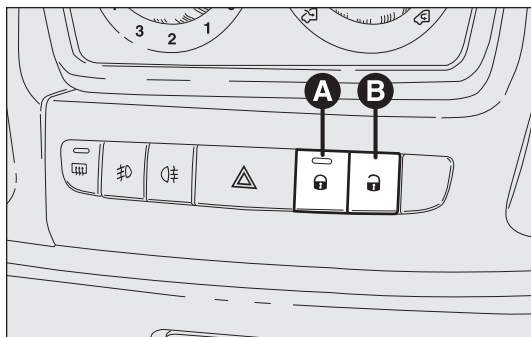

fig. 112
Si une ou plusieurs portes sont ouvertes après avoir appuyé sur le bouton **1** de la télécommande, les clignotants et la DEL se trouvant sur le bouton A-fig. 112 clignotent rapidement pendant environ 3 secondes. Quand la fonction est active, les touches A et B fig. 112 sont désactivées. En effectuant une double pression rapide sur le bouton **1** de la télécommande, le dispositif dead lock s'active (voir paragraphe « Dispositif dead lock »).
Appuyer sur le bouton A-fig. 112 pour verrouiller les portes et sur le bouton B pour les déverrouiller. Les actions de verrouillage/déverrouillage se font de manière centralisée (AV et AR). Lorsque les portes sont verrouillées, la DEL sur le bouton A est allumée et une pression sur le bouton B provoque le déverrouillage centralisé de toutes les portes et l'extinction du témoin. Lorsque les portes sont déverrouillées, la DEL est éteinte et une pression sur le bouton provoque le verrouillage centralisé de toutes les portes. Le verrouillage des portes n'est activé que si toutes les portes sont bien fermées.
on ne pourra pas effectuer le déverrouillage par le bouton A-fig. 112 situé sur la planche de bord.
- ☐ les boutons A-B fig. 112 de verrouillage/déverrouillage
L'activation du dispositif est signalée par 3 clignotements des feux clignotants et par le clignotement de la DEL située sur le bouton A-fig. 112 entre les commandes sur la planche de bord.